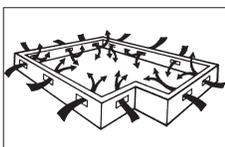

Figura 1
- Los sótanos bajos debe tener un mínimo de 18" (46 cm) desde el suelo a la parte inferior de las vigas. Es necesario cubrir el suelo con una película de polietileno negro de 6–20 mil que actuará como barrera de vapor, con las juntas espaciadas a seis pulgadas (15 cm) y pegadas con cinta adhesiva. El sótano bajo deberá tener una ventilación de perímetro igual al 1.5% de los pies cuadrados del sótano bajo, como mínimo. Estas aberturas de ventilación deberán estar debidamente ubicadas para promover la ventilación cruzada (Figura 1). De ser necesario, las normas locales prevalecerán.